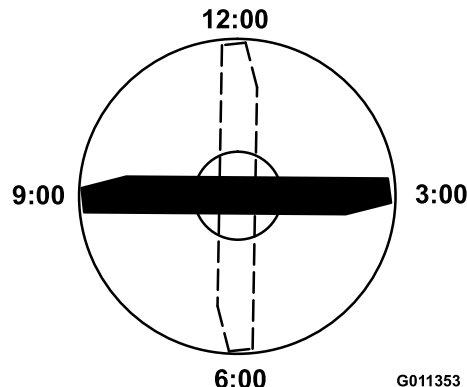

图 12
4. 将刀片带标记一端的刀刃放在 12 点钟位置剪草方向的正前方 (图 12) 并测量从桌面到刀片刀刃的高度。
5. 将刀片的标记端旋转至 3 点钟和 9 点钟位置 (图 12) 并测量高度。